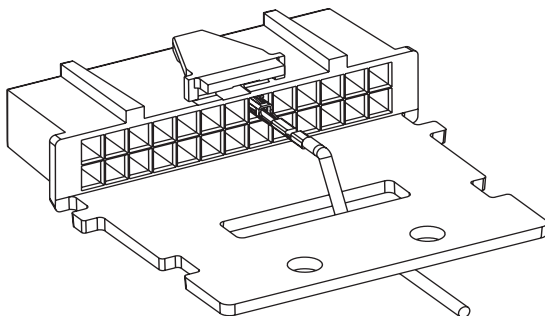
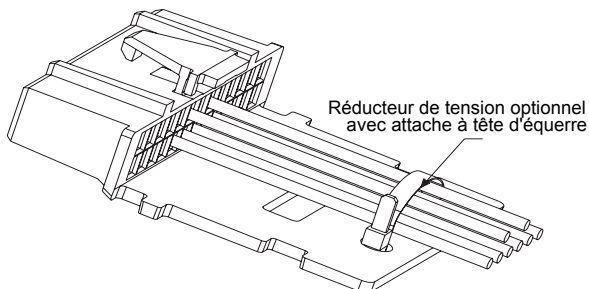

Figure 3a. Réducteur de tension du fil
Figure 3b. Réducteur de tension optionnel
Étape 1. Guider les fils dans le connecteur comme indiqué à la Figure 3a ou, pour les applications avec plusieurs accessoires connectés à la radio mobile, guider les fils comme indiqué à la Figure 3b et utiliser un collier de serrage pour sécuriser les fils au connecteur.